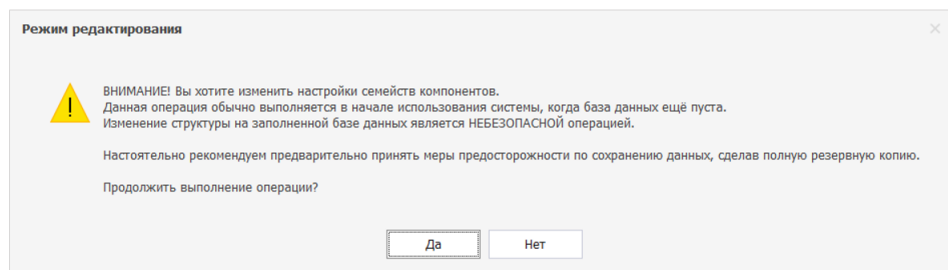

Рис. 157 Окно «Режим редактирования»
4. В окне «Режим редактирования» перед нажатием «Да» учесть все рекомендации, см. Рис. 157.